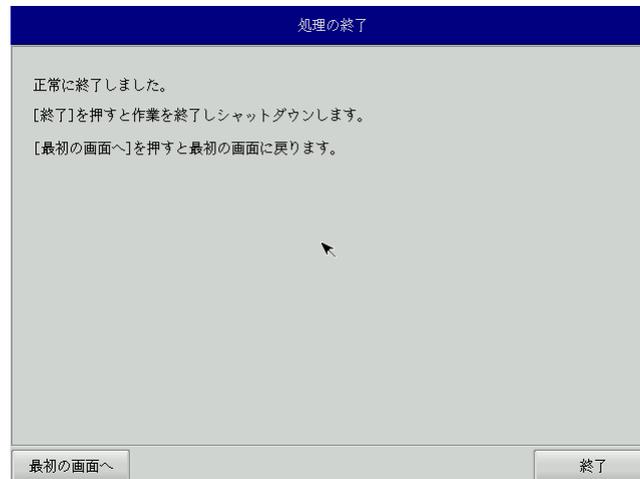

図 6-4-6. 終了画面
- ⑪ 終了画面（図 6-4-6）が表示されるとシステム復旧作業は完了です。[終了]ボタンをして電源を落とし、DVD ドライブ、保存メディアを外します。